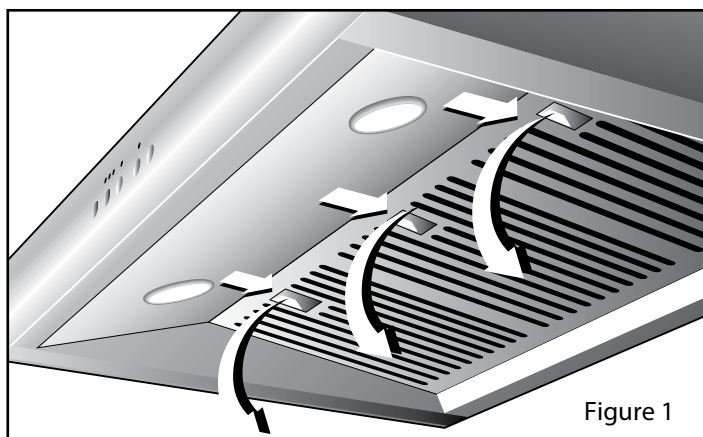

Figure 1
- Poussez chacune des poignées vers l'arrière, puis tirez vers le bas. **Figure 1.**